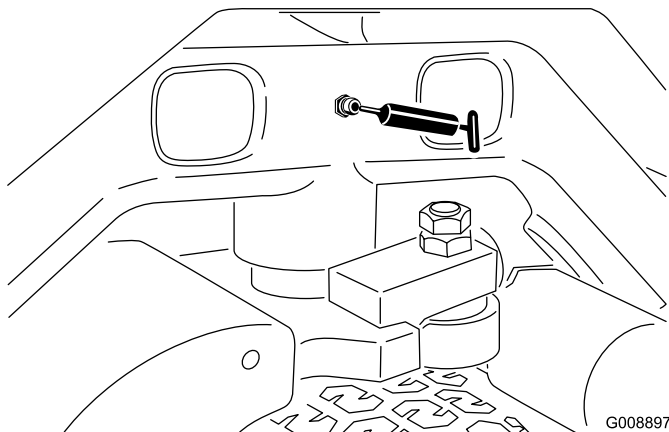

Рисунок 50
- Шарнир поворотного кулака (Рисунок 50).